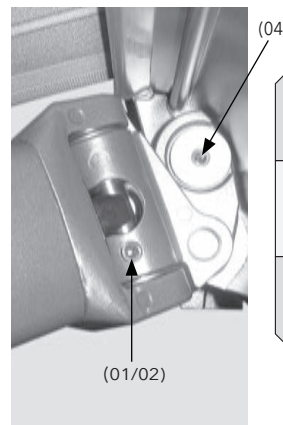

Abb. 13: Gelenkarmhalter - Position Gewindestifte
Markise ca. 2/3 der Markisenausladung ausfahren. Gewindestift (01) der Neigungswinkeleinstellung mit Innensechskantschlüssel SW4 entfernen. Durch diese Gewindebohrung den im Hintergelenkbolzen befindlichen zweiten Gewindestift (02) mit Innensechskantschlüssel SW3 anziehen bzw. lösen, bis die Arme waagrecht stehen (siehe Abb. 13, 14).
- Anziehen des Gewindestiftes (02):
Sicherung der Neigungswinkeleinstellung durch festes anziehen des Gewindestifts (04) mit Innensechskantschlüssel SW 3 (siehe Abb. 13).